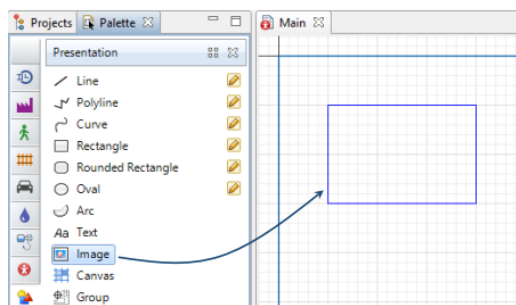

Рисунок 10.1 – Палітра презентації
3. На палітрі *Presentation* виберіть фігуру *Image*, а потім перетягніть її на головну діаграму. Ви можете використовувати фігуру «Зображення», щоб додати зображення у кількох графічних форматах, зокрема *PNG*, *JPEG*, *GIF* і *BMP*, до вашої презентації (рис. 10.1).